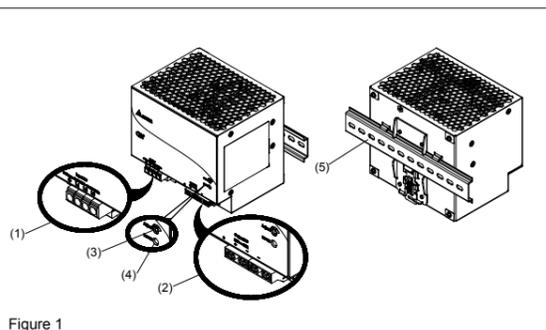
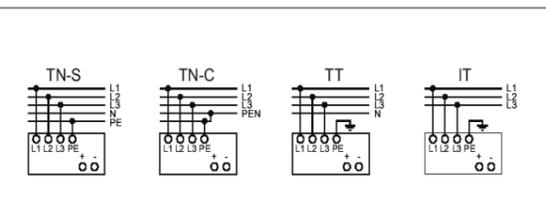

Figure 1
Figure 5
#### 5.1. Input connection (Fig. 1, Fig. 5)
Use L1, L2, L3 and PE connections of input terminal connector (see Fig. 5) to establish the 3 x 400-500Vac connection. Fig. 5 shows the connection to the various network types.
#### 5.2. Output connection (Fig. 1 (2))
Use the “+” and “-” screw connections to establish the 24Vdc connection. The output provides 24Vdc. The output voltage can be adjusted from 24 to 28Vdc on the potentiometer. The green LED DC OK displays correct function of the output (Fig. 1 (4)). The device has a short circuit and overload protection and an over voltage protection limited to 35Vdc.
##### 2. Description de l'appareil (Fig. 1)
##### 5.1. Raccordement d'entrée (Fig. 1, Fig. 5)
Utilisez les bornes L1, L2, L3 et PE (voir Fig. 5) pour raccorder en 3 x 400-500Vca. Le raccordement aux divers types de réseau est représenté à la Fig. 5.
##### 5.2. Raccordement de sortie (Fig. 1 (2))
La sortie délivre un courant en 24Vcc. La tension de sortie peut être réglée entre 24 et 28Vcc à l'aide du potentiomètre. Le voyant DEL OK vert indique le bon fonctionnement de la sortie (Fig. 1 (4)).